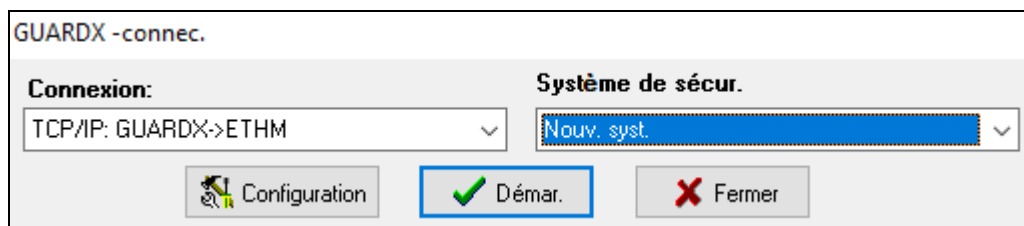

Fig. 15. Programme GUARDX : fenêtre de démarrage.
1. Sélectionnez le mode de communication dans la fenêtre de démarrage du programme GUARDX, champ « Connexion » : « TCP / IP : GUARDX-> ETHM », « TCP / IP : GUARDX <-ETHM / INT-GSM » ou « TCP / IP: serveur SATEL » (Fig. 15).
1. Dans la fenêtre de démarrage (fig. 15), dans le champ « Connexion », sélectionnez « GUARDX -> ETHM », ensuite cliquez sur le bouton « Démarrer ».
1. Dans la fenêtre de démarrage (fig. 15), dans le champ « Connexion », sélectionnez « TCP/IP: GUARDX<-ETHM/INT-GSM », ensuite cliquez sur le bouton « Démarrer ».
1. Dans la fenêtre de démarrage (fig. 15), dans le champ « Connexion », sélectionnez « TCP/IP: GUARDX<-ETHM/INT-GSM », et cliquez sur le bouton « Démarrer ».
1. Dans la fenêtre de démarrage (fig. 15), dans le champ « Connexion », sélectionnez « TCP/IP: serveur SATEL » et cliquez sur le bouton « Démarrer ».